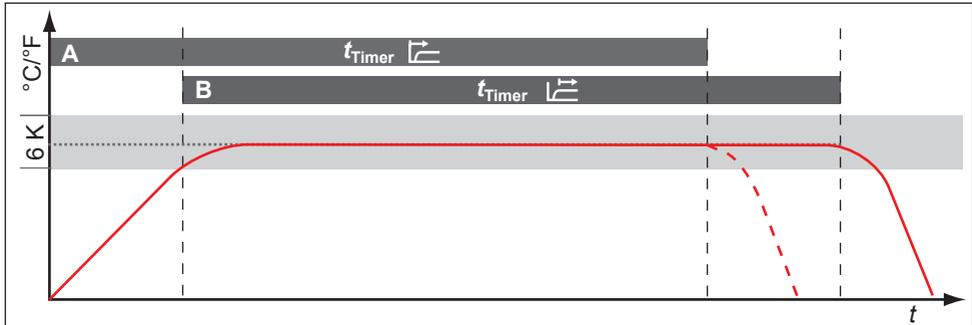

Abb. 35 Timer Mode
Hier kann eingestellt werden, ob die digitale Rückwärtssuhr mit Zielzeitangabe (Timer, siehe Seite 31) sollwertabhängig arbeiten soll oder nicht – das heißt, ob die Timerlaufzeit erst beginnen soll, wenn ein Toleranzband von ± 3 K um die Solltemperatur erreicht ist (Abb. 35, B), oder bereits unmittelbar nach dem Aktivieren des Timers (A).